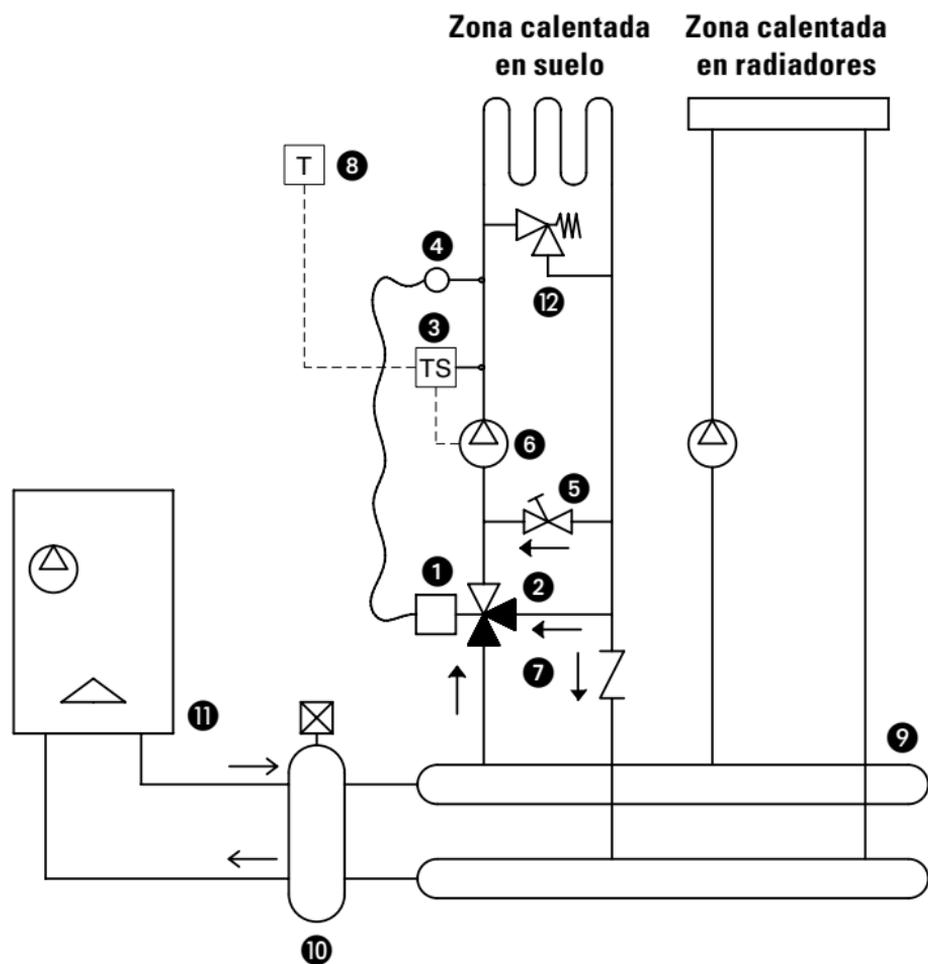

Fig.1
El elemento termostático del cabezal está unido mediante un capilar a la sonda por inmersión ❸, que revela la temperatura del fluido a la salida de la bomba recirculadora (ver fig.1). Mediante el by-pass de pre-mezcla con detentor regulable ❹, el fluido circula sobre un régimen de más o menos el 70-80% del total del caudal de la instalación a baja temperatura (25-40 °C), evitando así el continuo movimiento de apertura y cierre en la válvula de tres vías por la que circula el 20/30% aproximadamente del caudal de la instalación por suelo radiante.